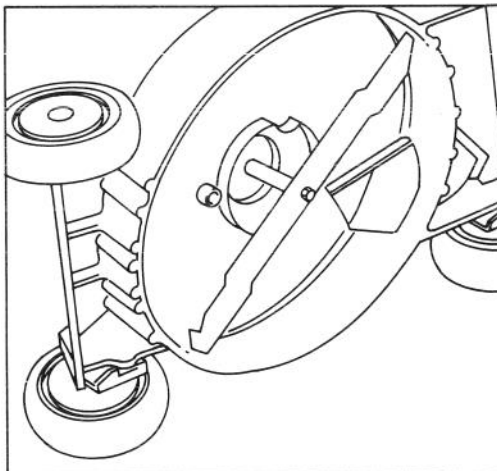

Bild 19
2. Mäher auf die rechte Seite kippen (Bild 19). Drehen des Mähmessers vermeiden, da sich sonst Startprobleme ergeben könnten.